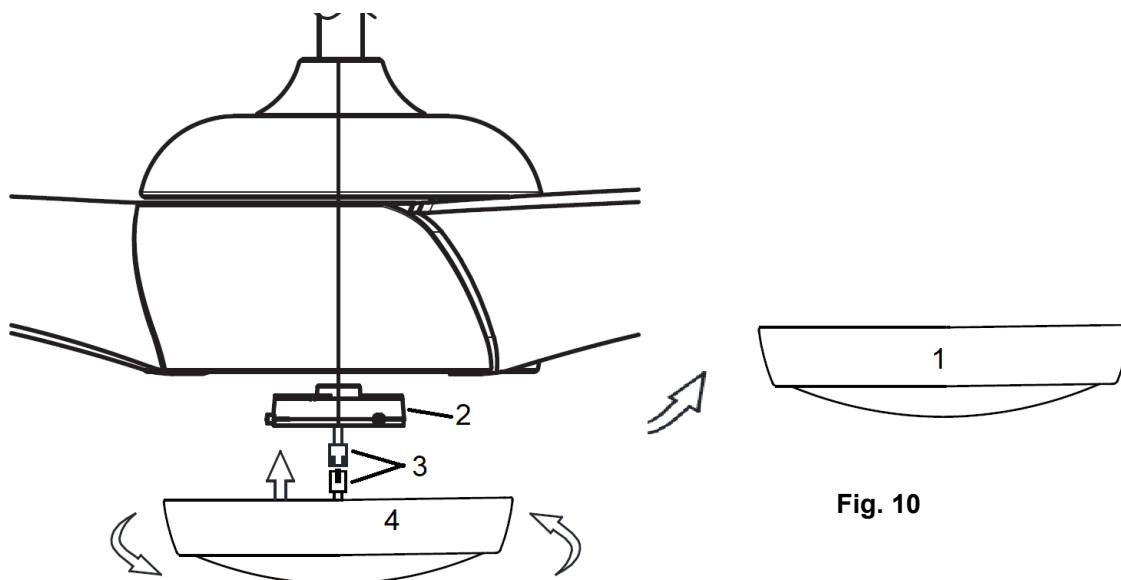

Fig. 10
INSTALLAZIONE DELLA BATTERIA (Fig. 10)
1. Per sostituire con una batteria nuova, premere la parte superiore del coperchio vano batteria e allentare la vite per togliere completamente il coperchio vano batteria (Fig. 10 b).